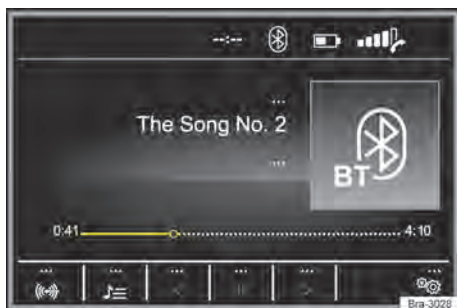
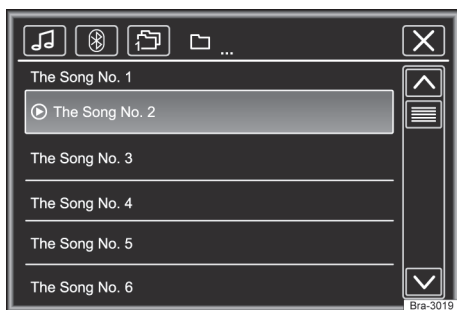

Fig. 114 Menu principal de mídia.
Fig. 115 Operação do rádio: lista de estações.
– Pressionar o botão **MEDIA** para abrir o menu principal **MEDIA** → Fig. 114.
As fontes de mídia que são reproduzidas atualmente são exibidas na superfície de função na parte inferior esquerda → Fig. 114.
Legenda da → Fig. 114 e → Fig. 115: